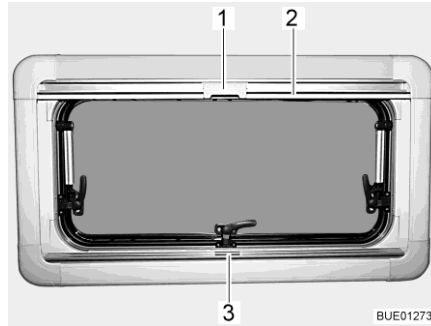
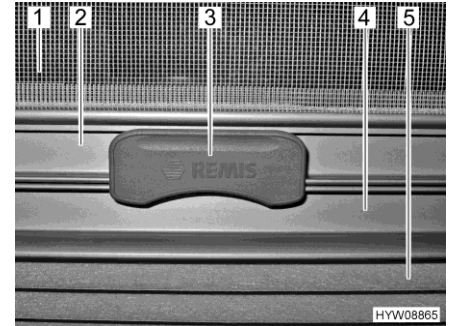

Bild 41 Ausstellfenster
Bild 42 Raste
Die faltverdunklung (Bild 42,5) befindet sich im unteren Rollokasten.
- faltverdunklung in der Mitte der Griffleiste (Bild 41,3 und Bild 42,4) fassen, von unten nach oben ziehen und auf der gewünschten Höhe loslassen. Die faltverdunklung bleibt in dieser Höhe stehen.
Das Insektenschutzrollo (Bild 42,1) befindet sich im oberen Rollokasten.
- Insektenschutzrollo an der Griffleiste (Bild 41,2 und Bild 42,2) nach unten ziehen, bis es an der Griffleiste der faltverdunklung (Bild 42,4) anstößt.
- Raste (Bild 41,1 und Bild 42,3) am Insektenschutzrollo mit der Griffleiste der faltverdunklung verriegeln. Wenn die Raste verriegelt ist, können faltverdunklung und Insektenschutzrollo gemeinsam verstellt werden.
- Raste (Bild 42,3) am Insektenschutzrollo oben drücken.
- Insektenschutzrollo an der Griffleiste (Bild 41,2) langsam zurückführen.